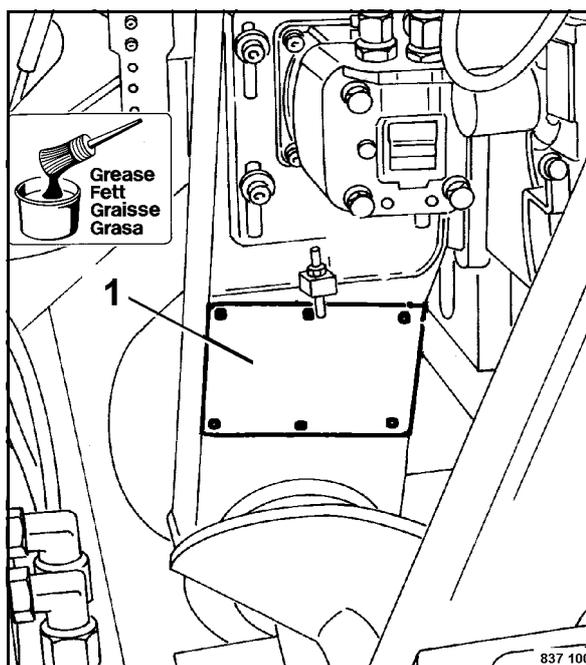

Fig. 216
- Smontare il coperchio 1 (Fig. 216) e ingrassare le maglie con un pennello.
- Ingrassare la superficie di scorrimento (2) della regolazione in altezza coclea.